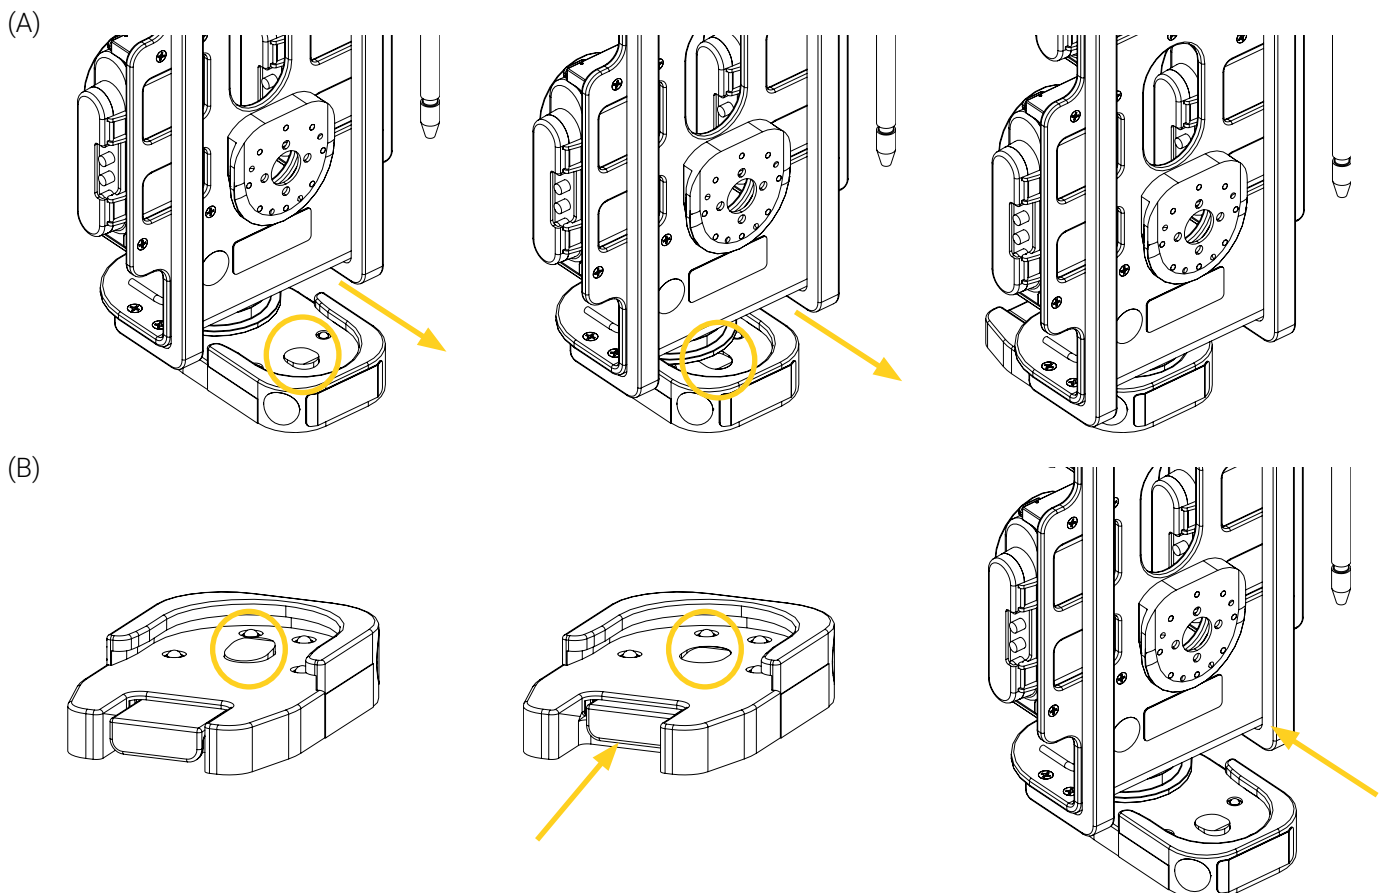

Figure 5: Verrouiller/déverrouiller la Micro Base
- **Pour verrouiller** la Micro Base, aligner et insérer le micro disque du support de fixation dans la Micro Base jusqu'à ce vous entendiez le son du clic (Figure 5 A).
- **Pour déverrouiller** la Micro Base, pousser et maintenir enfoncé le bouton à déclenchement rapide situé à l'avant de la base, puis tirer sur le support de fixation jusqu'à ce que le micro disque soit sorti de la base (Figure 5 B). Relâcher le bouton à déclenchement rapide.